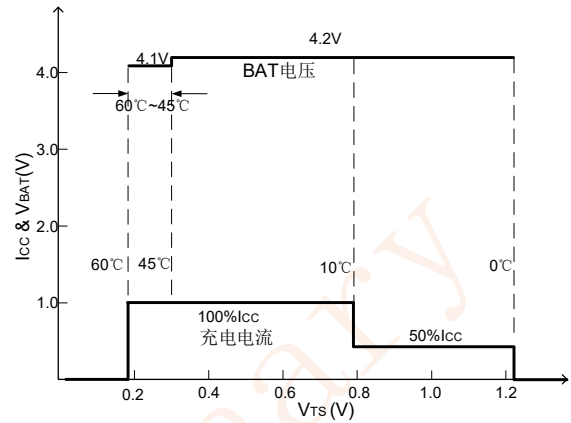

图 6-2 JEITA 功能
③JEITA 功能: 规范如图 6-2 所示, IC 内部有 4 个温度阈值: 0°C, 10°C, 45°C, 60°C。检测到电池温度在 10°C 到 45°C 之间, 充电器正常工作; 在 0°C 到 10°C 之间, 充电电流减为 50%*I_{CC};